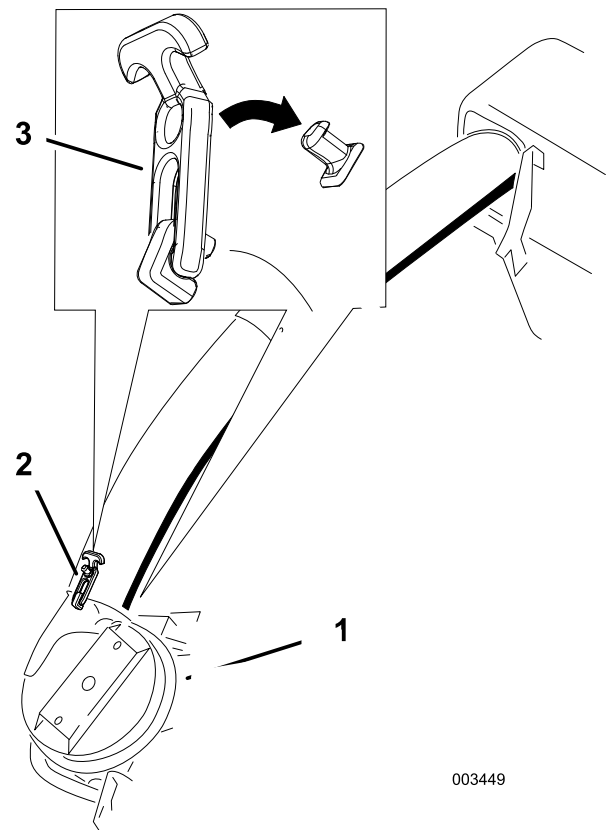

**Figura 50**
7. Instale el tubo inferior en el tubo superior (Figura 50).